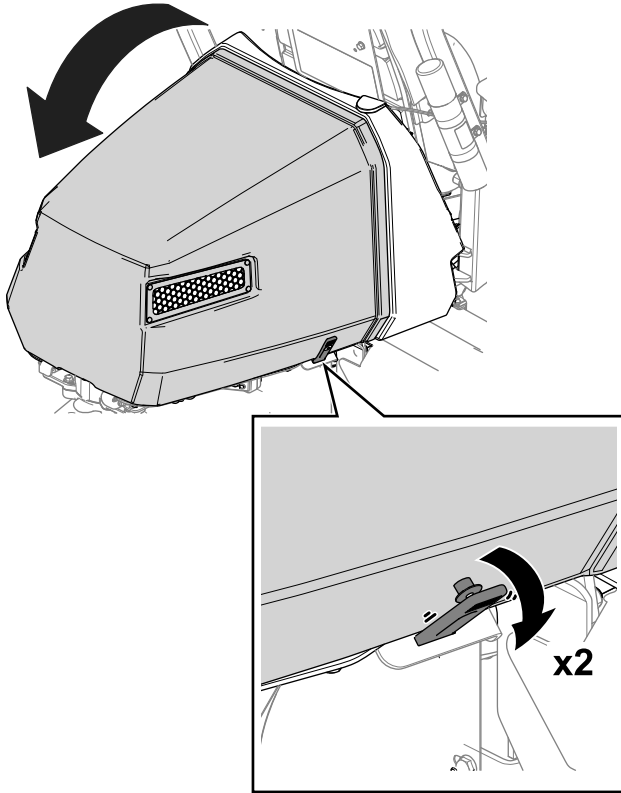

Figura 36
1. Eliberai curelele de pe fiecare parte a capotei (Figura 36).
2. Ridicai capota (Figura 36).